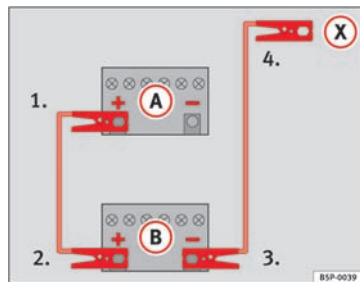
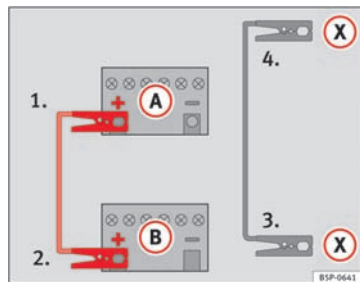

Fig. 154 Tilslutningsdiagram for startkabler, hvis den strømgivende bil ikke er udstyret med start-stop-system: afladet batteri (A) og strømgivende batteri (B)
Fig. 155 Tilslutningsdiagram for startkabler, hvis den strømgivende bil er udstyret med start-stop-system: afladet batteri (A) og strømgivende batteri (B)
2. Sæt den ene ende af det **røde** startkabel på pluspolen ⇒ Fig. 154 (+) eller ⇒ Fig. 155 (+) i bilen med det afladede batteri (A).
3. Sæt den anden ende af det **røde** startkabel på pluspolen (+) i den bil, der skal give strøm (B).
4. I biler **uden start-stop-system** skal du tilslutte den ene ende af det **sorte** startkabel på minuspolen (-) i den bil, der skal give strøm (B) ⇒ Fig. 154.
5. I biler **med start-stop-system** skal du tilslutte den ene ende af det **sorte** startkabel (X) til et egnet stelpunkt på karrosseriet, til en massiv metaldele, som er monteret på motorblokken, eller på selve motorblokken ⇒ Fig. 155.
6. I bilen med det afladede batteri skal du tilslutte den anden ende af det **sorte** startkabel (X) til en massiv metaldele, som er monteret på motorblokken, eller på selve motorblokken, men det skal være et sted, som er langt væk fra batteriet (A).